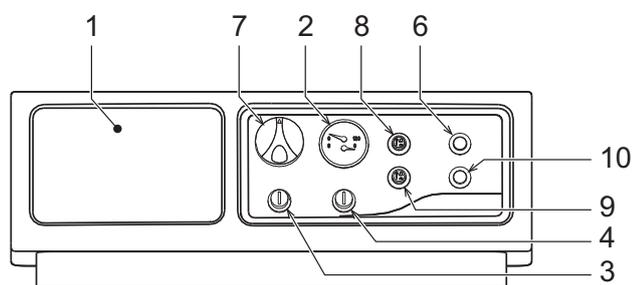

fig. 1 - Панель управления
- Переверните выключатель котла "8" в положение "включено" (fig. 1 - Панель управления)
- Если котел оборудован электронным термостатическим блоком управления, установленным в положении 1, (fig. 1 - Панель управления), пользователь должен также соблюдать инструкции, предоставляемые изготовителем данного блока.
Если повернуть рукоятку 7 на "fig. 1 - Панель управления" по часовой стрелке, температура воды в системе отопления повышается, и наоборот. Температуру воды в системе отопления можно регулировать в пределах от 30° до 90°. Однако не рекомендуется эксплуатировать котел при температуре ниже 45°.
Задайте с помощью комнатного термостата нужную температуру внутри помещения. При поступлении команды от комнатного термостата котел включается, обеспечивая нагревание воды в системе отопления до температуры, заданной регулирующим термостатом 7 на "fig. 1 - Панель управления". При достижении в помещении желаемой температуры котел выключается.
Давление напора при заполнении холодного контура, считанное гидрометром котла, поз. 2 - "fig. 1 - Панель управления", должно составлять приблизительно 1,0 бар. Если во время работы давление воды в системе упало (из-за испарения растворенных в воде газов) до величины ниже вышеуказанного минимума, пользователь должен открыть кран подачи воды и довести давление до первоначального значения. По окончании операции всегда закрывайте кран подачи воды.